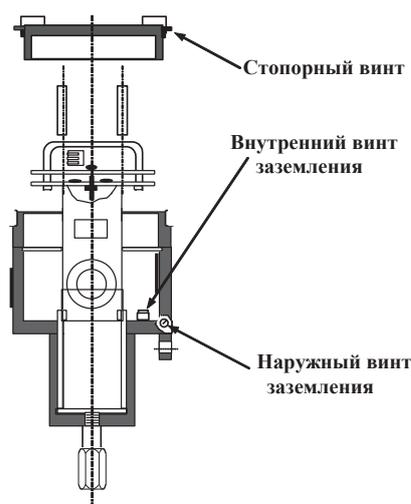

Рис. 3-1: Крышка преобразователя и стопорный винт
2. Ослабьте стопорный винт, который предохраняет крышку преобразователя ХМО2 от самоотвинчивания, и открутите крышку (см. рис. 3-1).